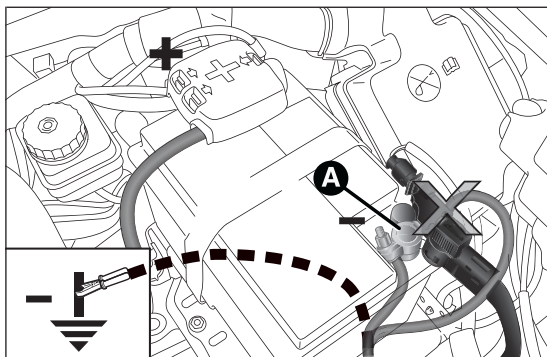

fig. 141
- ☐ collegare i morsetti positivi (segno + in prossimità del morsetto) delle due batterie con un apposito cavo fig. 141;